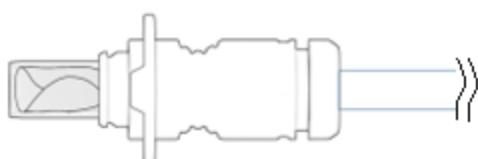

Figura 6. Ispezione dell'impianto (all'interno della cannula di caricamento).
- Verificare visivamente l'integrità dell'impianto (all'interno della cannula di caricamento), controllando che non presenti increspature, pieghe o lacerazioni, v. Figura 6.